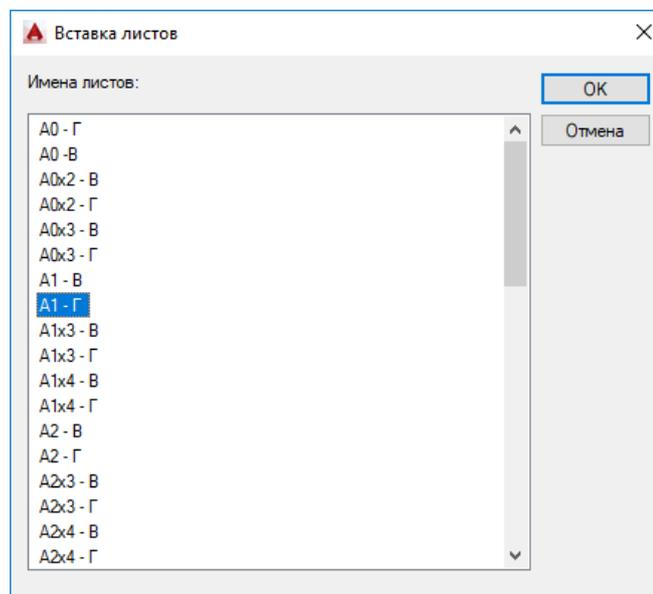

Рис.2.1.3. Выбор листа формата
3. Выберем лист требуемого формата и нажмем **ОК** (рис.2.1.3)